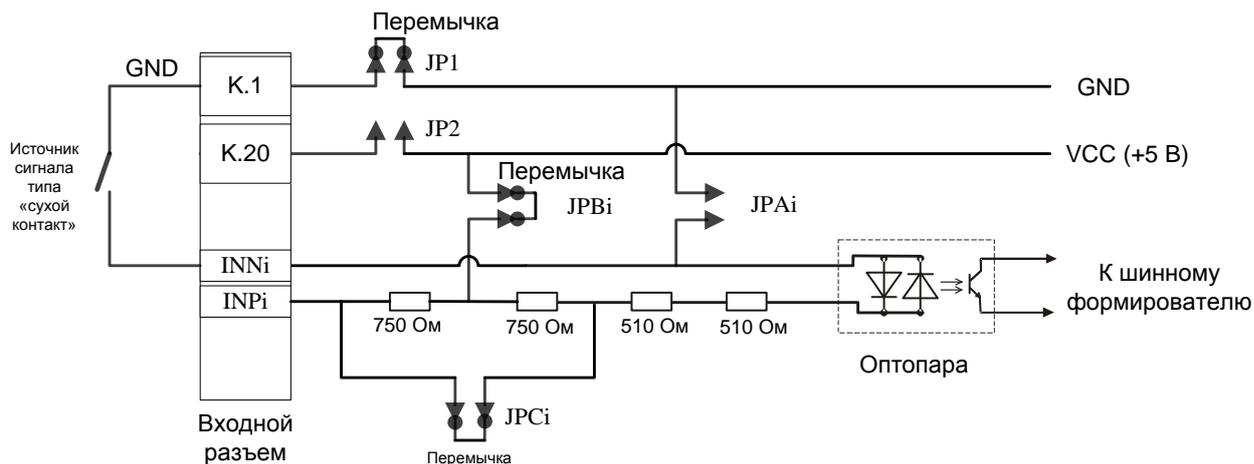

Рисунок 5
- 1) устанавливаются переключка JP1 и через контакт 1 входного разъема одна из сторон «сухого контакта» подключается к GND. Вторая сторона «сухого контакта» подключается к входу INP_i канала, который должен контролировать состояние контакта. При этом переключка JPB_i должна быть установлена, а JPA_i - снята; Пример такого подключения показан на рис.5.